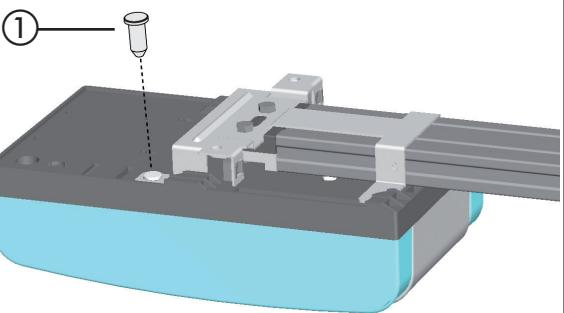
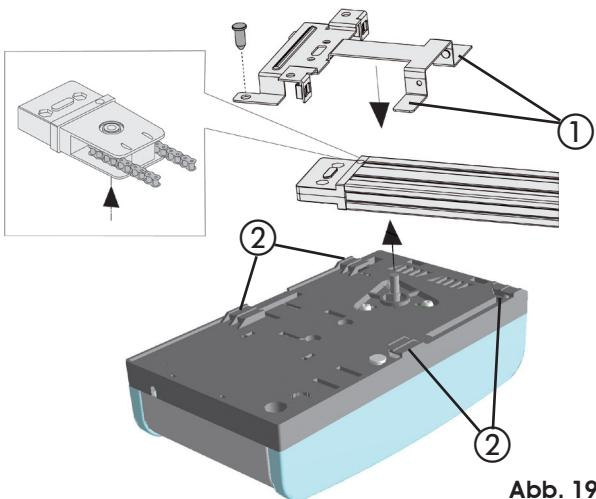
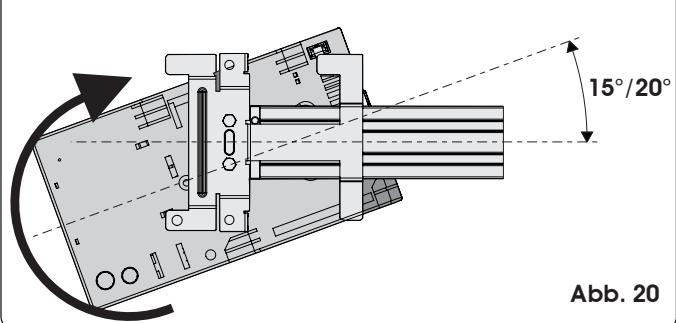

Abb. 21
Abb. 19
Abb. 20
- 1) Den Antrieb um 15°/20° kippen (Abb. 20), die Welle des Getriebemotors in die Aufnahme an der hinteren Befestigung der Gleitführung einführen und dabei darauf achten, dass die Flügel (Abb. 19 Bez. ①) mit den Aufnahmen am Boden des Antriebs übereinstimmen (Abb. 19 Bez. ②).
- 2) Den Antrieb so weit in Richtung der Abb. 20 drehen, dass die Position von Abb. 21 erreicht und der Stift in die Öffnung der hinteren Befestigung eingesetzt werden kann (Abb. 21 Bez. ①).